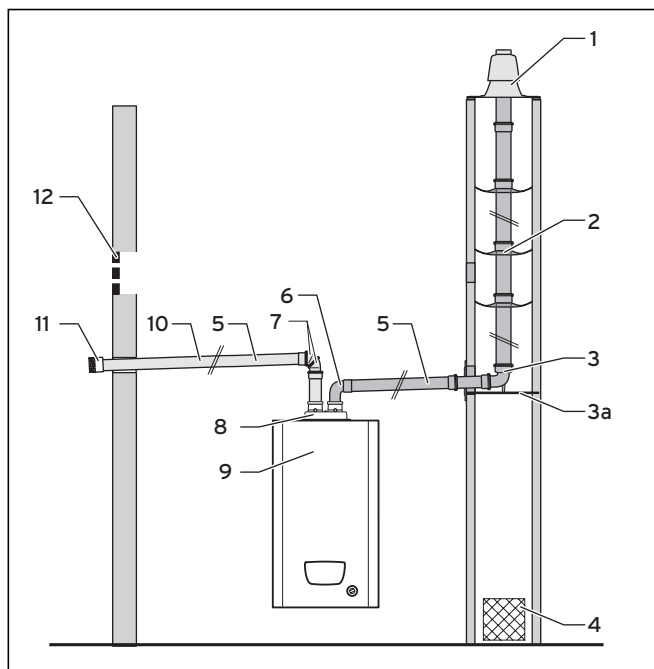
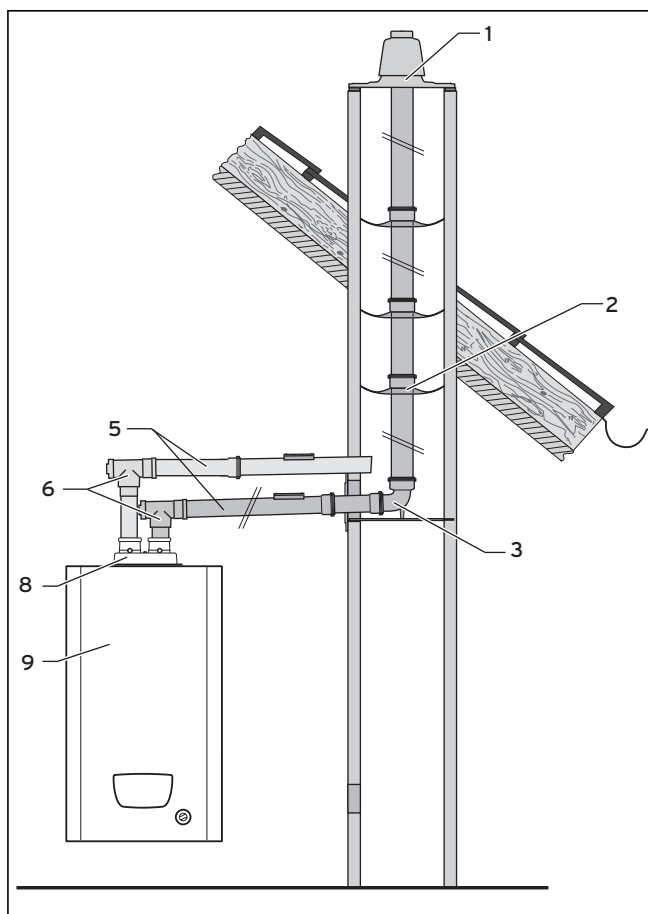

Fig. 7.4 Montaje del suministro de aire de combustión desde la fachada
Fig. 7.5 Montaje del suministro de aire de combustión desde la chimenea
Leyenda de las fig. 7.4 y 7.5
- En cada conexión deje 1 cm de espacio libre, véase fig. 7.4 y fig. 7.5.
6. El conducto de evacuación de gases en la chimenea debe ventilarse en toda la longitud y extensión. Para ello la chimenea debe estar equipada con una abertura para la ventilación con una sección transversal mínima de 150 cm² (4, fig. 7.4).
7. Dentro de los edificios, el conducto de evacuación de gases debe encontrarse en espacios exteriores ventilados permanentemente. La abertura que conduce al exterior debe presentar una sección transversal mínima de 150 cm² (12, fig. 7.4).
- Monte el codo de apoyo (3) desde el lugar de instalación a la chimenea para la evacuación de gases, véase apartado 6.6.3.
- Elija como lugar de montaje del suministro de aire de combustión la fachada, o bien la pared de la chimenea, véase fig. 7.4 y fig. 7.5.
- Monte el aparato (9, fig. 7.5) según las instrucciones de instalación del aparato.
- Monte las prolongaciones (5, fig. 7.5) empezando por el conducto, o bien la pared exterior hasta el aparato.
- Para finalizar coloque los codos o las piezas en T para limpieza (6, fig. 7.4) y (7, fig. 7.4) del conducto de aire y del conducto de evacuación de gases en los empalmes correspondientes del aparato.